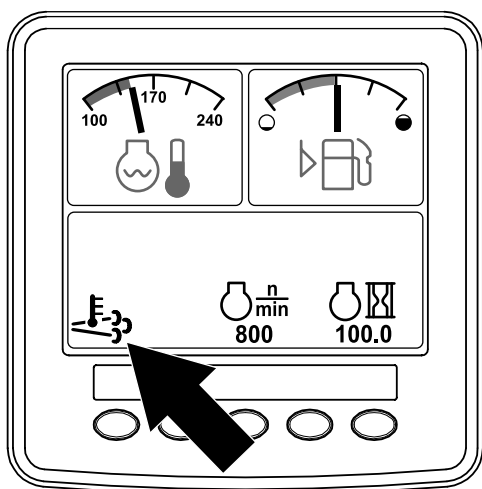

Рисунок 39
- Значок высокой температуры выхлопа отображается на экране инфо-центра (Рисунок 39).